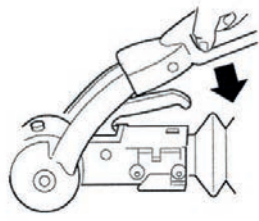

Fig. 2
2. Wenn nicht, drücken Sie das AKS von Hand auf die Kugel, bis es einrastet. Nach dem einrasten drücken Sie den Hebel nach unten (Abb. 1.04, Abb. 2). Ab der grünen Anzeigelinie können Sie einen leichten Widerstand spüren. Dieser liegt an der roten Linie. (Ist dies später der Fall, ist eine Wartung erforderlich.)